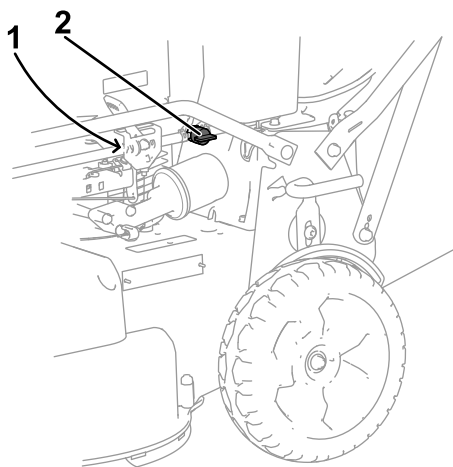

Рисунок 31
- Закройте отсечной топливный кран (Рисунок 31).
4. Снимите топливный фильтр (Рисунок 31) с топливного трубопровода, ослабив хомуты трубопровода с обеих сторон топливного фильтра.